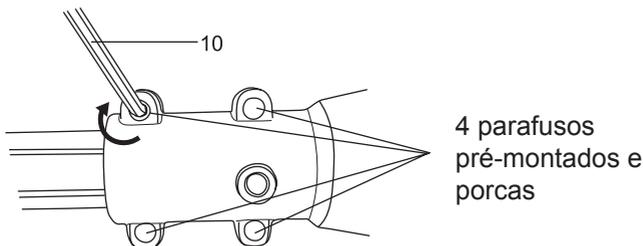

Fig. 4
5. Aperte 4 parafusos pré-montados na unidade do motor utilizando a chave sextavada (10) fornecida. (Fig. 4)